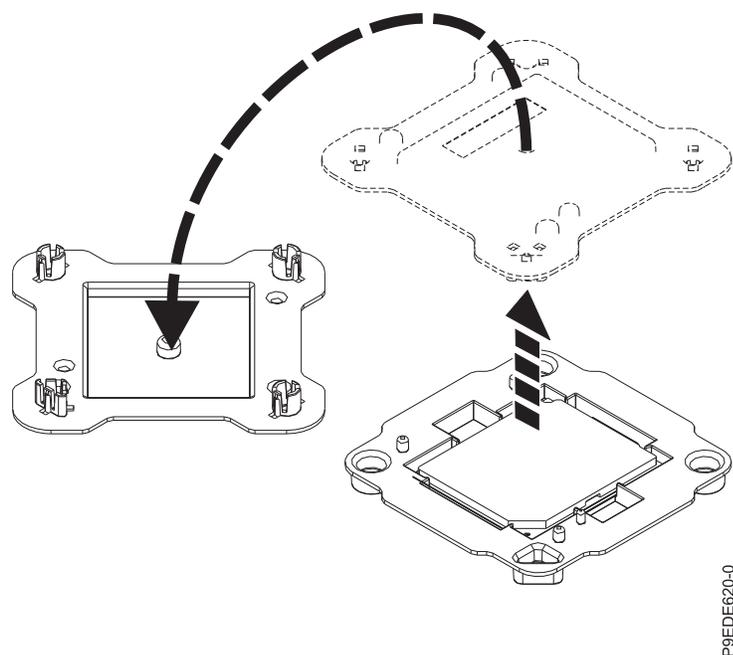

Figura 54. Apertura del empaquetado del módulo del procesador del sistema
2. Abra el embalaje del nuevo módulo del procesador del sistema y coloque la cubierta boca abajo, al lado de la bandeja, como se muestra en la Figura 54 en la página 57. La cubierta se utiliza para el